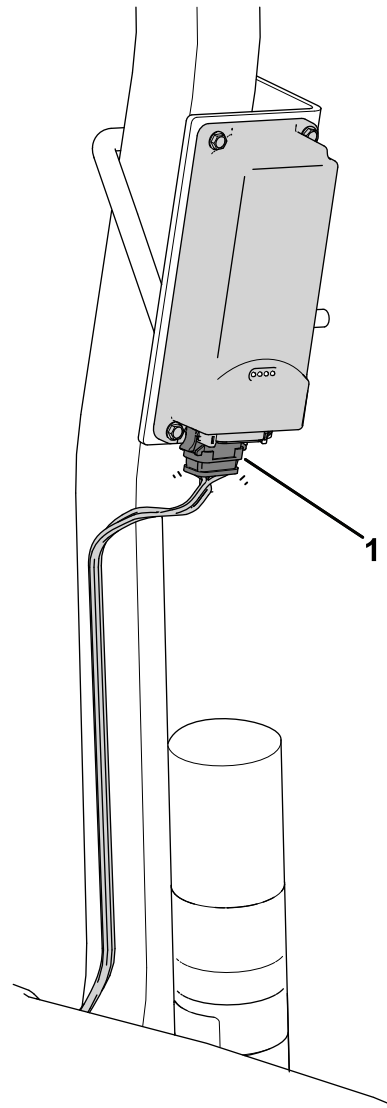

Figure 8
3. Instale el conector marcado P02 del arnés de cables de la telemática en el dispositivo telemático (Figure 8).